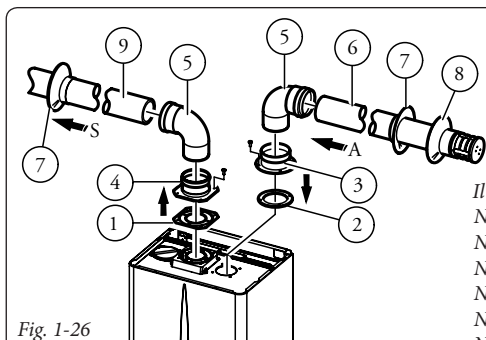

Fig. 1-26
- Montaggio kit (Fig. 1-26): installare la flangia (4) sul foro centrale della caldaia interponendo la guarnizione (1) e serrare con le viti a testa esagonale e punta piatta presenti nel kit. Togliere la flangia piatta presente nel foro laterale rispetto a quello centrale (a seconda delle esigenze) e sostituirla con la flangia (3) interponendo la guarnizione (2) già presente in caldaia e serrare con le viti autofilettanti con punta in dotazione. Innestare le curve